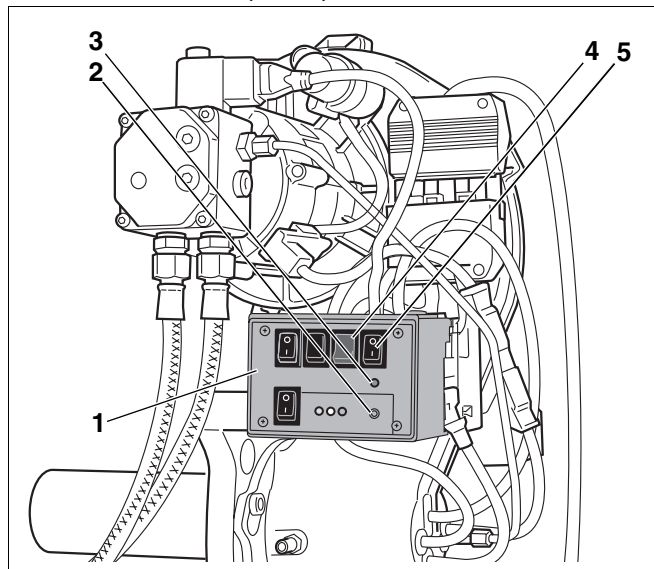

Рис. 15 Выпустить воздух из топливопровода с помощью прибора контроля горелки.
- Прибор контроля горелки (рис. 15, поз. 1; дополнительная комплектация) – если всасывание топлива должно происходить через топливный насос, установленный на горелку
Далее описывается выпуск воздуха при помощи прибора контроля горелки (рис. 15, поз. 1).
- Установить прибор контроля горелки (рис. 15, поз. 1) на свободное место на цоколе.
- Включить систему управления пусковым выключателем. Горит светодиод (красный) (рис. 15, поз. 2).
- Включить прибор контроля горелки пусковым выключателем (рис. 15, поз. 5). Горят два светодиода (красный и зеленый) (рис. 15, поз. 2 и 3).
- Включить переключатель для перемыкания подогревателя топлива (рис. 15, поз. 4).